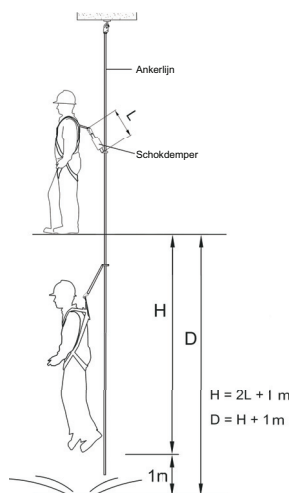

Fig. 1 Stopafstand en valvrijheid
- Zie afb. 1 voor de vereiste maximale stopafstand H en minimale valvrijheid D (L is de lengte van de schokdemper).